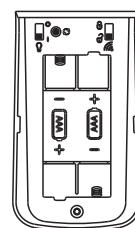

Figure 16
- Enlever le couvercle des piles de la télécommande (H). Insérer 2 piles AAA (J). Remettre le couvercle des piles en place. (Figure 16)